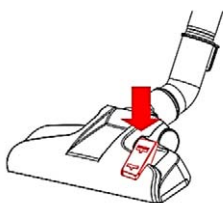

Fig. 12
3. Treten Sie wie in **Abb.12** auf das Pedal des Bürstenwerkzeugs, um die Borsten herauszulassen, und Sie können den Boden reinigen.